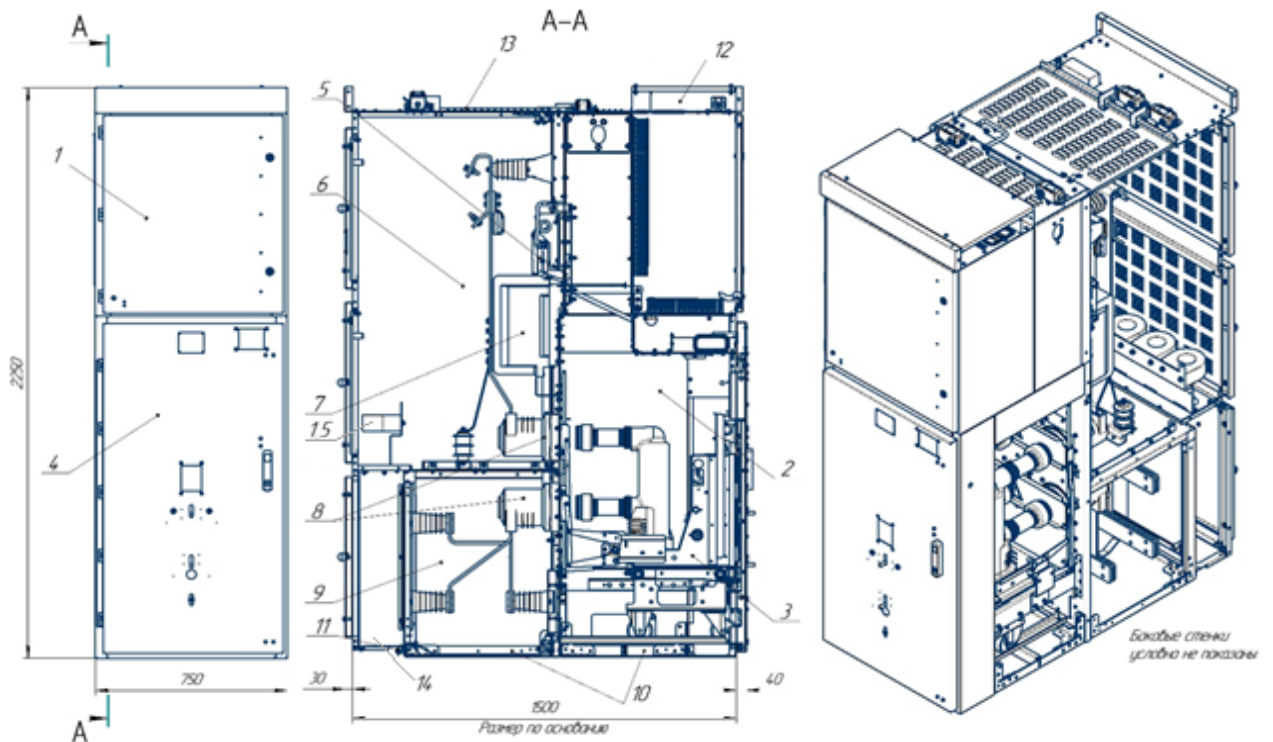

Рисунок 2 Шкаф кабельного ввода (вывода) с номинальным током не более 1600А
- шкаф шинного ввода (вывода) (Рисунок 2);